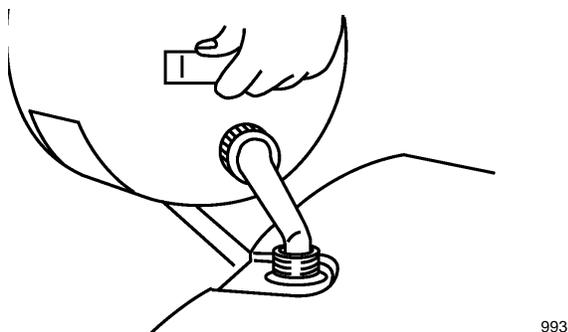

Figure 52
6. Remplir le réservoir de carburant (Fig. 52) avec un mélange deux temps propre et frais.